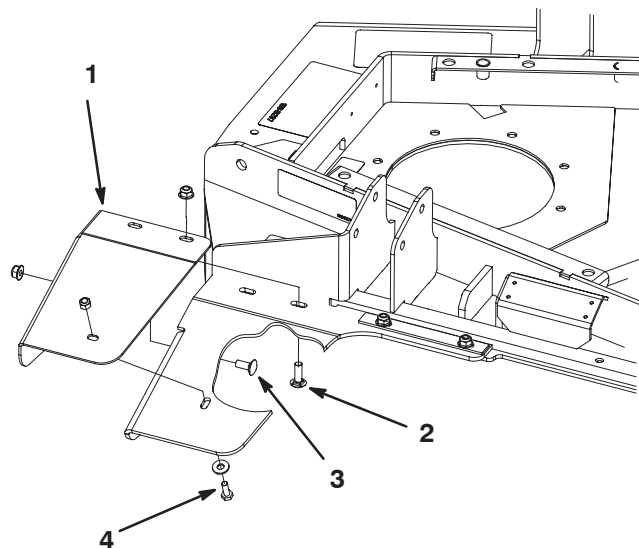

Figura 2
2. Monte el protector de pie izquierdo provisionalmente al deflector de caucho usando los herrajes y las ubicaciones que se detallan a continuación. Posicione los herrajes según muestra la figura 2.